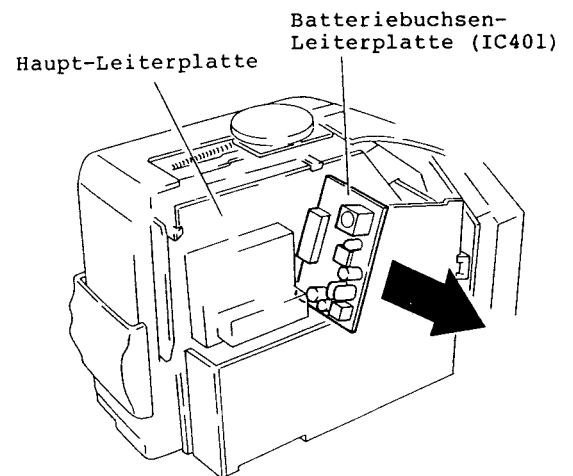

Abb. 2-16
1. Die Batteriebuchsen-Leiterplatte (IC401) in Pfeilrichtung von der Haupt-Leiterplatte abziehen (siehe Abb. 2-16).
1. Die Batteriebuchsen-Leiterplatte (IC401) entfernen (siehe Abb. 2-16).